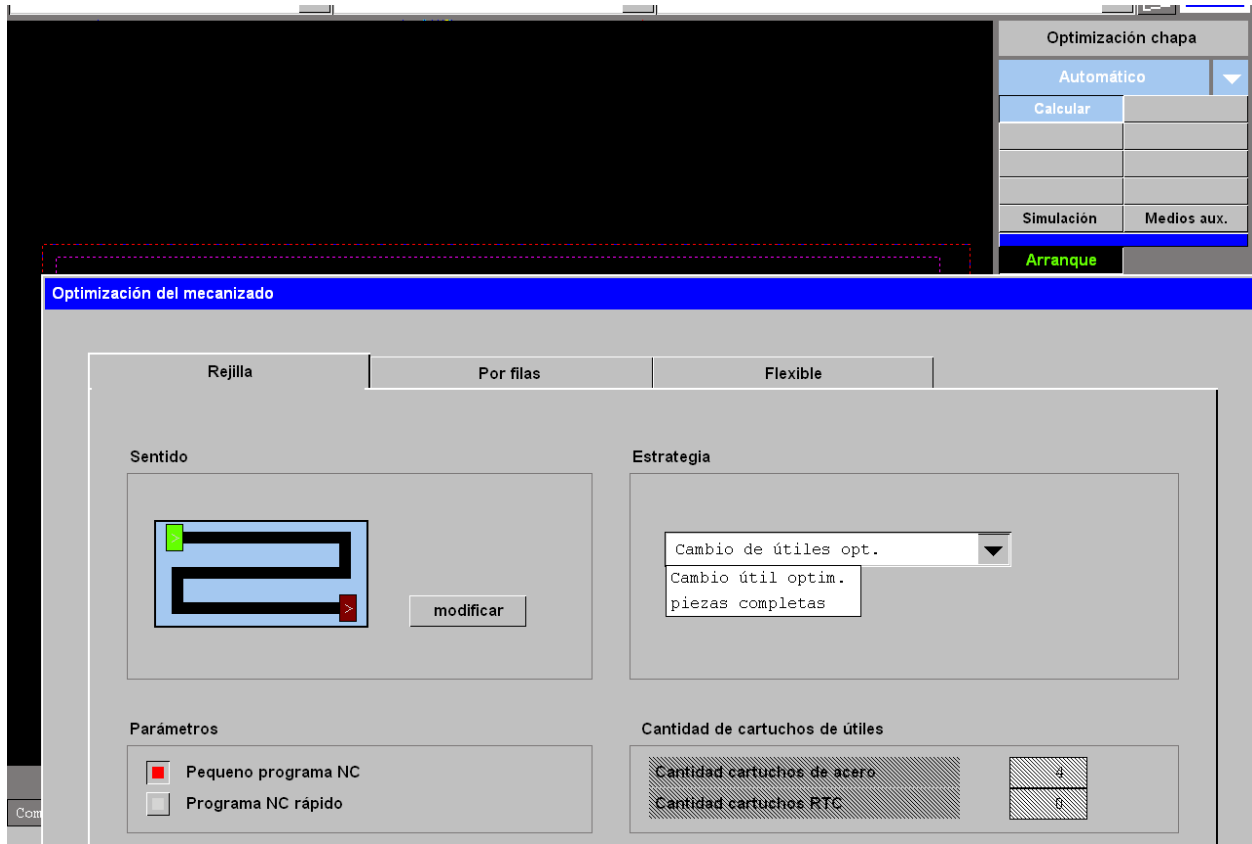

Figura 38: optimización.
Una vez solventados todos lo errores en el apartado mecanizado, y estamos dentro del apartado de optimización nos aparece por defecto la pantalla de optimización automática, donde después de presionar nos aparece la siguiente pantalla incluida en la figura 38:
4.5.3.5.1. Calcular: Una vez dentro de la optimización manual, presionamos el botón calcular y se despliega la pantalla igual a la de la figura 38. En esta pantalla podemos elegir tres formas de optimizar automáticamente: